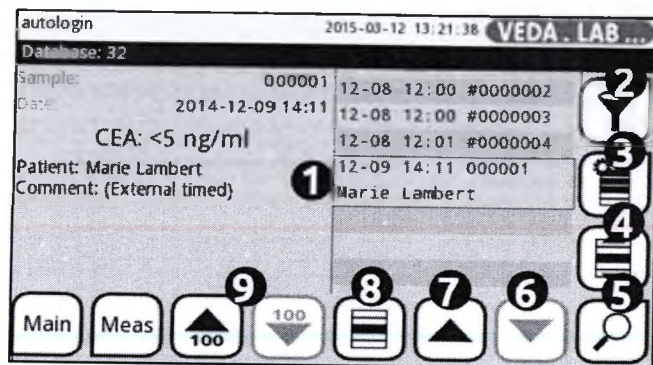
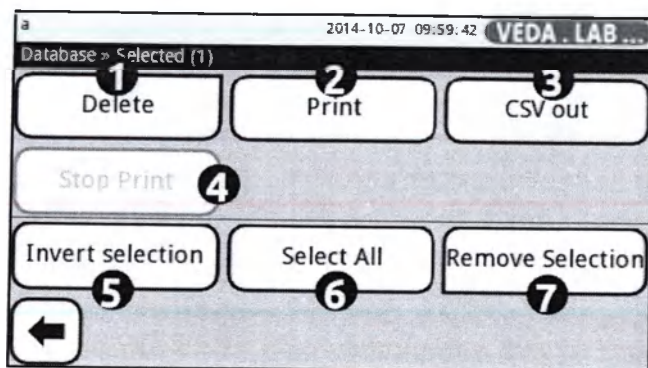
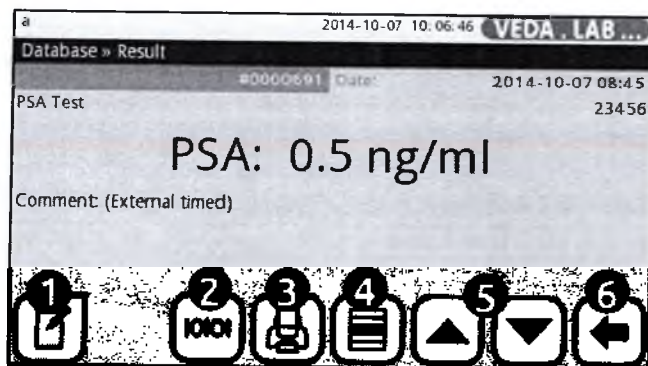
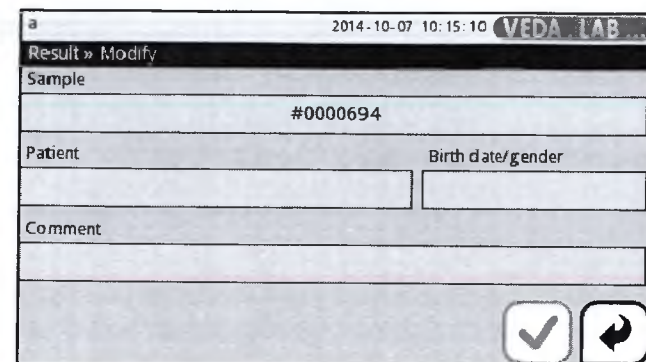

Рис. 27: Меню База данных (Database) с отмеченными кнопками
Рис. 28: Меню База данных>Выбранное (Database>Selected) с отмеченными кнопками меню.
Рис. 30: Меню База данных>Результат (Database>Result) с отмеченными кнопками
Рис. 31: Для добавления данных в запись коснитесь текстового поля в меню Результат>Изменить (Result>Modify).
2 Для вызова меню **Фильтр (Filter)**, коснитесь кнопки **Фильтр**  в меню **База данных (Database)** (3 на Рис. 27).
В поле выбора записи результатов (1 на Рис. 27) кнопками меню со стрелками **Вверх** и **Вниз** (6 и 7 на Рис. 27) найдите в списке нужную запись результата, и коснитесь кнопки выбора (8 на Рис. 27). Для отмены выбора коснитесь кнопки выбора во второй раз или обратитесь к разделу 8.1.2.4.
i Если в базе данных содержится свыше 100 результатов, становится активной кнопка **100 вверх/100 вниз** (9 на Рис. 27). Для перемещения в базе данных на 100 записей, коснитесь нужной кнопки.
- Используя стрелки вверх и вниз (6 и 7 на Рис. 27), перемещайте курсор к каждой нужной записи, отмечая ее кнопкой **Выбор** (8 на Рис. 27).
- Используя кнопки вверх и вниз (6 и 7 на Рис. 27), переместите курсор на первую или последнюю выбранную запись и подтвердите выбор кнопкой
Выбор списка (4 на Рис. 27). При нажатии кнопки вверх или вниз вы сможете выбрать запись, которая находится выше или ниже начальной записи в списке в базе.
1 Выбрав запись в базе данных (см. 8.1.2.Выбор записи результата), коснитесь кнопки **Поиск выбранного результата** (5 на Рис. 27).
2 В меню подробного отображения результата (см. Рис. 30) с помощью кнопок **Вверх** и **Вниз** (5 на Рис. 30) прокрутите подробные записи в базе данных.
Чтобы отменить сделанное ранее выделение (отмена выбора ранее выбранных записей и выбор не выделенных ранее записей), коснитесь кнопки Действия с выбранными записями (3 на Рис. 27) а затем в меню База данных> Выбранное (Database>Selected) снимите выделение кнопкой Отменить выбор (Remove Selection) (7 на Рис. 28).
Нажмите кнопку просмотра выбранных записей в меню База данных (Database) (5 на Рис. 27). Появится меню База данных>Результат (Database>Result) (см. Рис. 30), в котором перечислены все доступные данные для записи результатов тестирования, введенные оператором или измеренные анализатором. Здесь можно изменить, но не удалить данные.
- 2 Коснитесь кнопки Действия с выбранными записями (3 на Рис. 27), и в меню База данных>Выбранное (Database>Selected) нажмите кнопку Удалить (Delete) (1 на Рис. 28).
2 Коснитесь кнопки Поиск  для выбора записей (5 на Рис. 27).
3 Коснитесь кнопки Редактировать  (1 на Рис. 30), и в меню Результат>Редактировать (Result>Modify) (см. Рис. 31 коснитесь текстовых полей для начала редактирования данных.
2 Коснитесь кнопки Действия с выбранными записями , а затем кнопки Текстовая передача (Text out) (3 на Рис. 28).
Кнопка передачи данных (3 на Рис. 28) помечается соответственно формату передачи данных: HL7, LIS2, CSV out или Text out.
2 Коснитесь кнопки **Поиск выбранных записей**  (5 на Рис. 27).
3 Коснитесь кнопки **Передача**  (2 на Рис. 30). Файл в формате .txt появится в корневой папке на подключенном к прибору USB-носителе.
2 Коснитесь кнопки **Действия с выбранными записями** , а затем кнопки **Печать (Print)** (2 на Рис. 28).
2 Коснитесь кнопки **Поиск избранных записей**  (5 на Рис. 27).
3 Коснитесь кнопки **Печать**  (3 на Рис. 30). I105: **Выбранное отправлено на печать (Selection was sent for printing)**, и встроенный принтер распечатает одну или несколько записей.